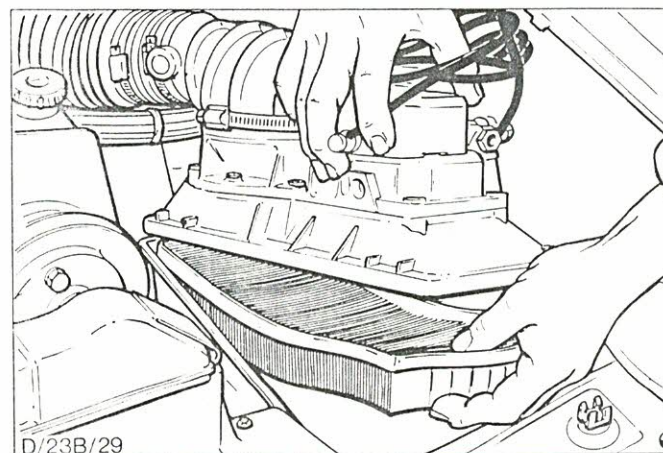

Abb.69 Filter - Ansauggeräuschdämpfer ausbauen
4. Kraftstoffmengenteiler anheben und Filterelement komplett ausbauen, Abb.69.